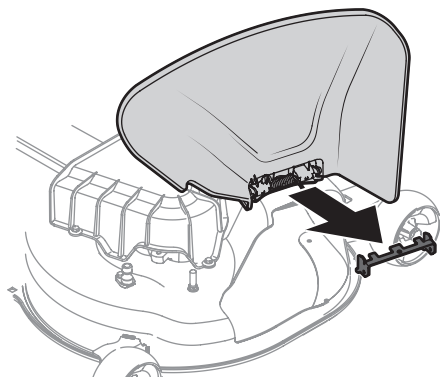

Figura 9
2. Sujete el deflector del canal completamente hacia arriba, extraiga el soporte de tope. Baje el deflector del canal y deseche el soporte de tope (Figura 9).